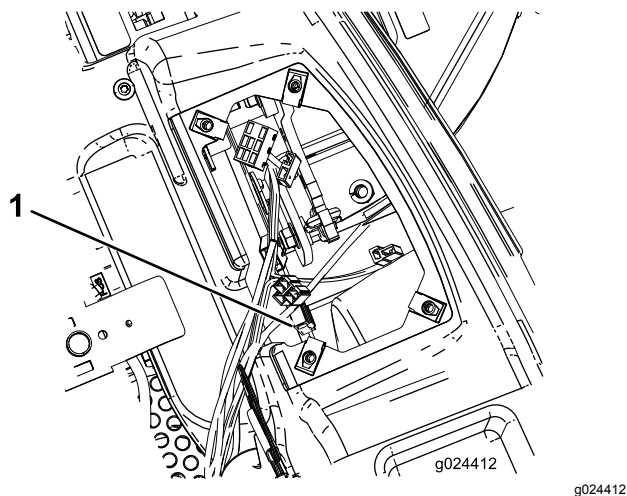

Figura 56
3. Agarre no fusível do motor e retire-o direito do bloco de fusíveis (Figura 56).